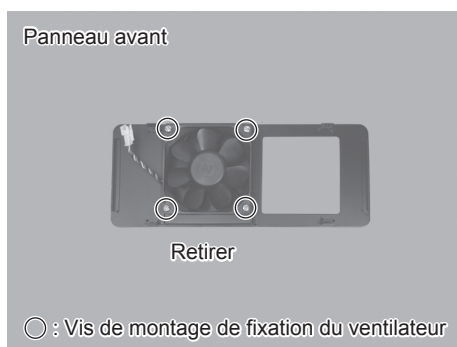

Fig. 41
- (6) Retirez les vis de montage du VENTILATEUR (4 pcs) du boîtier (panneau avant) du BOÎTIER DE CONTRÔLE (Fig. 41).